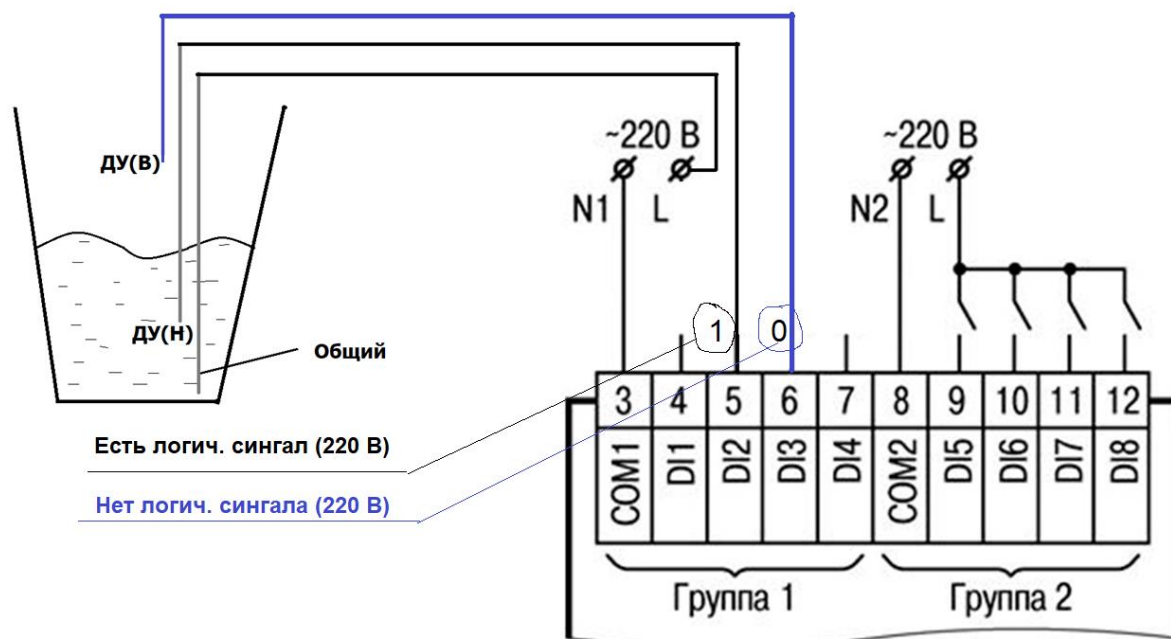

Рисунок 1 – Схема подключения дискретных датчиков к ПР200
**Дискретные входы** — это входы, значения сигналов на которых способны принимать только два состояния — логического нуля и логической единицы. Другими словами, можно сказать так, на входе есть сигнал или нет сигнала т.е. сработал датчик или не сработала. Например, емкость имеет два датчика уровня (верхний и нижний) и вода заполнила наполовину емкость (рис.1).